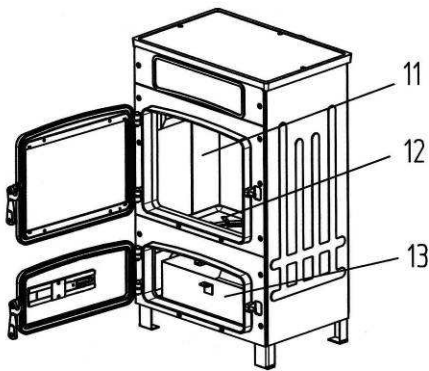

Bild 8
11. Schamotteverkleidung im Feuerraum (Bild 8)